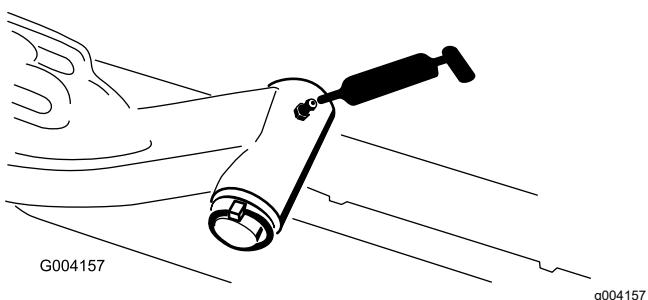

Bild 104
- Hubarmgelenkwelle (1) (Bild 104)